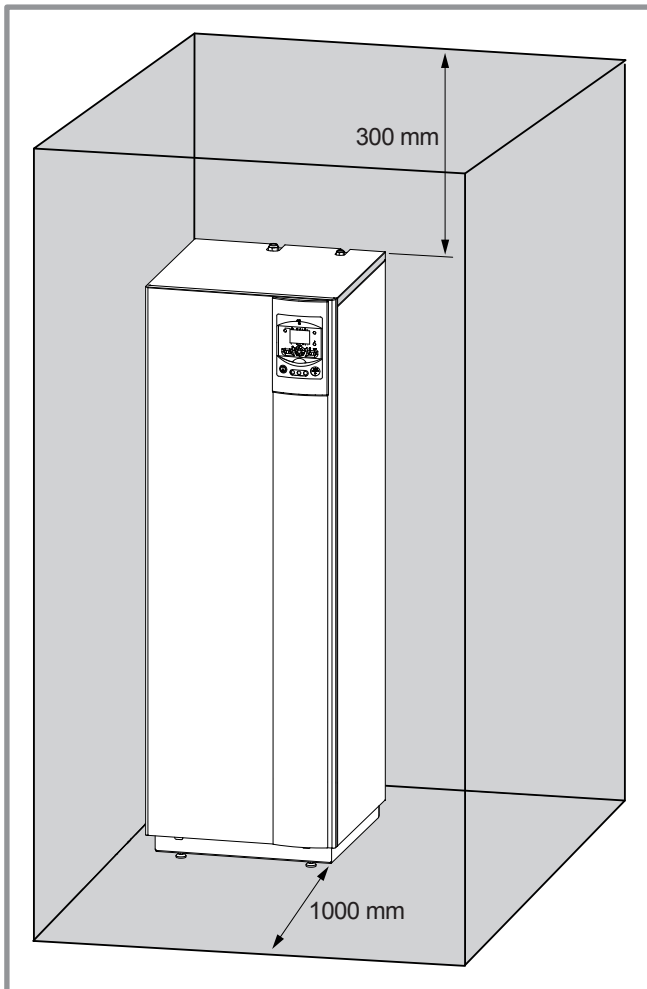

Abbildung 13 - Mindestfreiräume bei der Installation für das Hydraulikmodul und Abstände zu den Wänden
- Um die Instandhaltungsoperationen und den Zugang zu den verschiedenen Organen zu erleichtern, empfehlen wir, ausreichend Platz um das Hydraulikmodul vorzusehen (Abbildung 13).